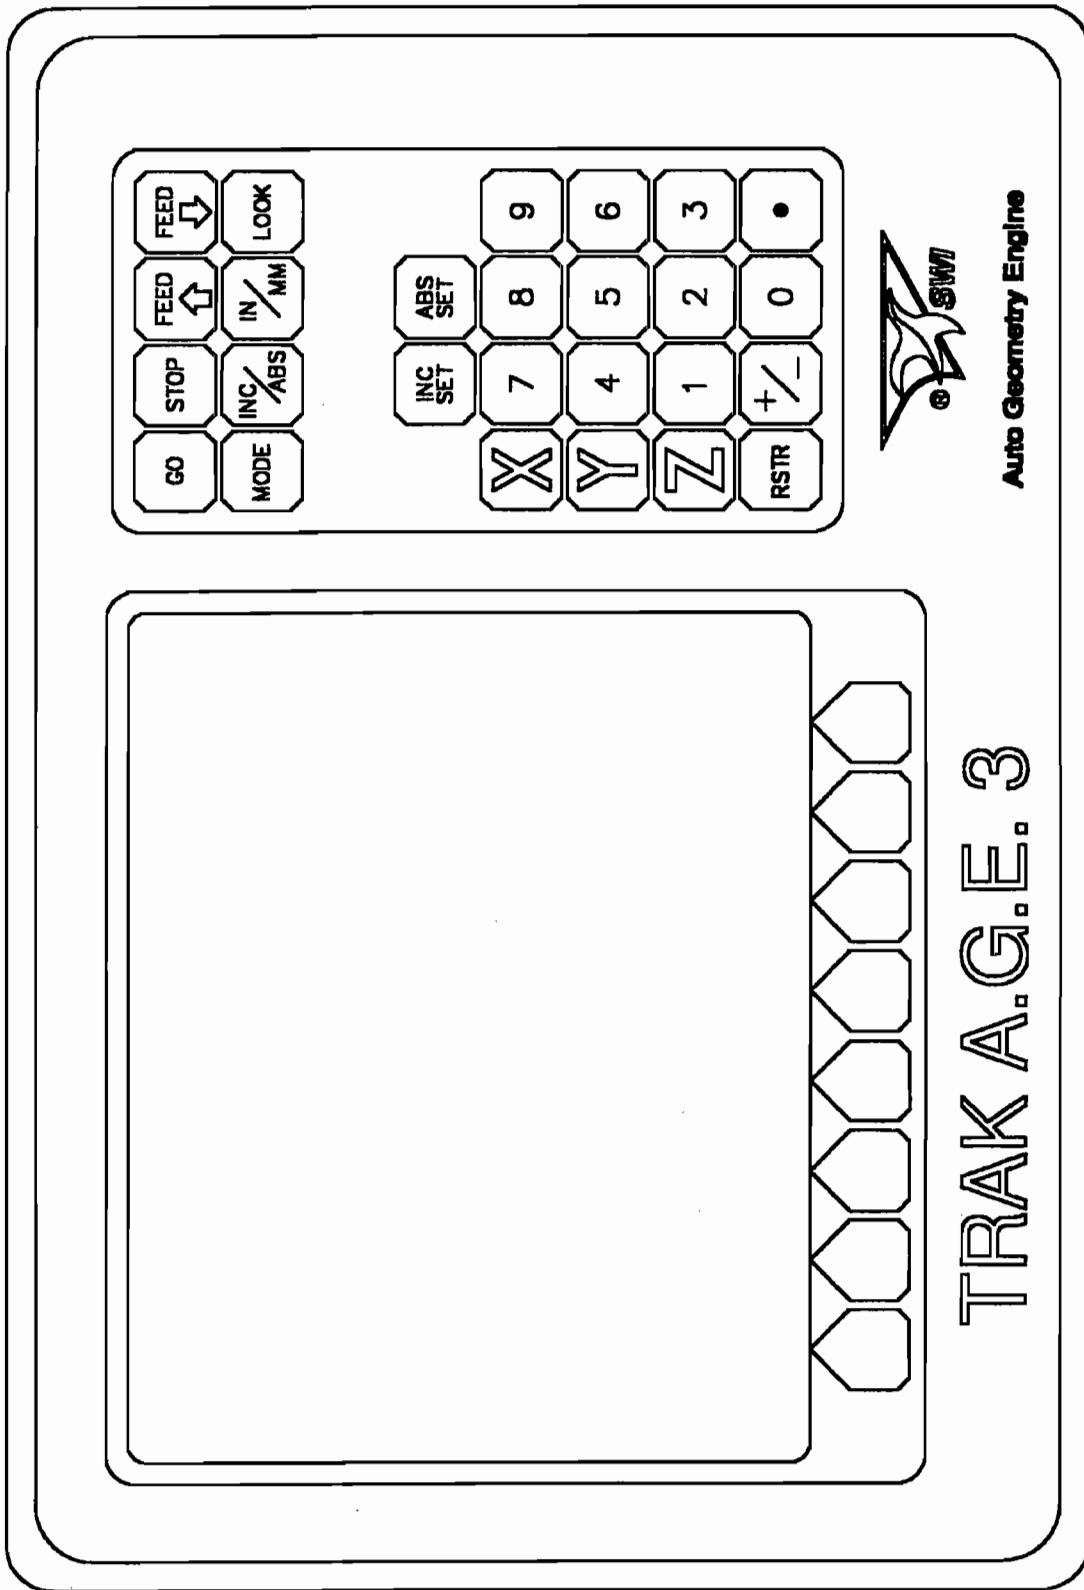

Figura 1
2.1 Teclado (Figura 1)
2.3 PANTALLA (*Figura 1*)